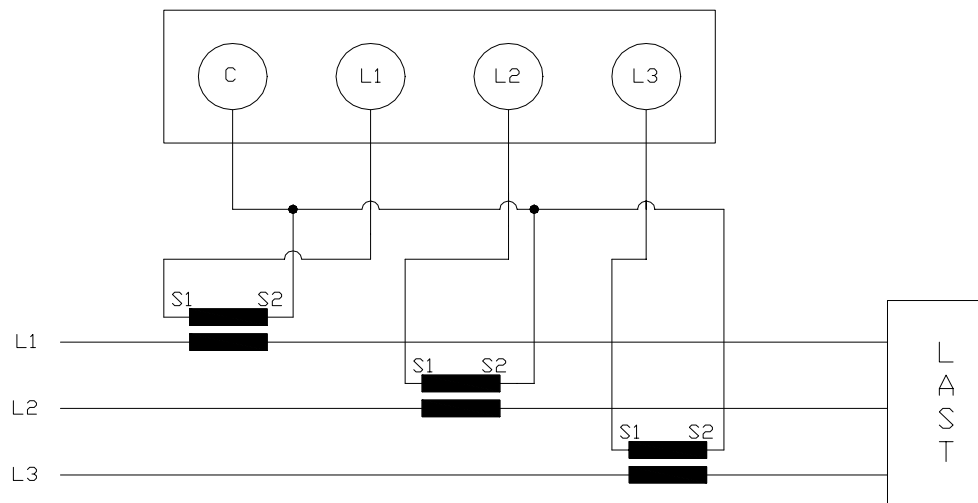

Fig. 1 Kobling av amperemeter m/vender og 3 strømtransformatorer.
- 2/ Amperemetrene kan kobles med henholdsvis to eller tre strømtransformatorer. Se fig. 1 og 2 i skjema 97061 på neste side.
- 3/ Ved bruk av tre strømtransformatorer skal alle S2-terminalene på strømtransformatorene laskes til C-terminalen på amperemeteret. (Se fig.1)